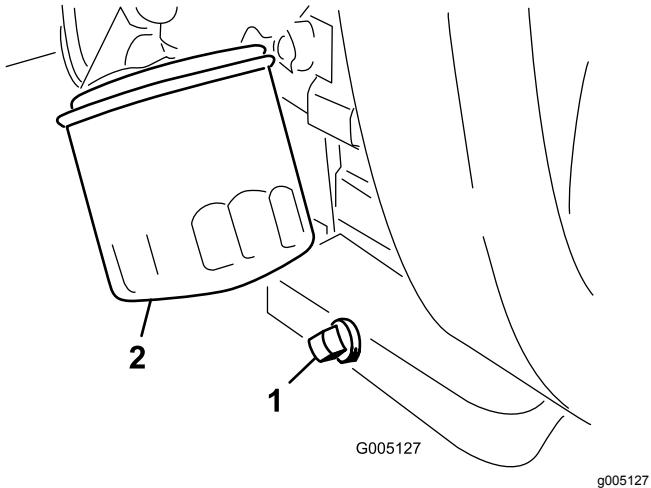

Рисунок 37
- Снимите пробку сливного отверстия (Рисунок 37) и дайте маслу стечь в сливной поддон.
- Очистите резьбовую поверхность пробки сливного отверстия, нанесите уплотнитель из тефлона и установите пробку (Рисунок 37).
- Снимите масляный фильтр (Рисунок 37).